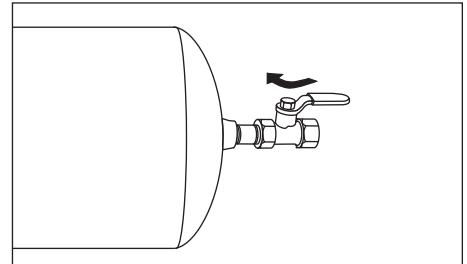

Figure 9
1. Fermer la soupape d'échappement (Voir la Figure 9).